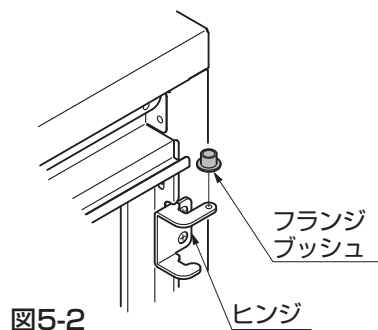

図5-2
- ① フランジブッシュをヒンジに取付けてください。(図5-2参照)
- ② 扉をヒンジに取付けてください。